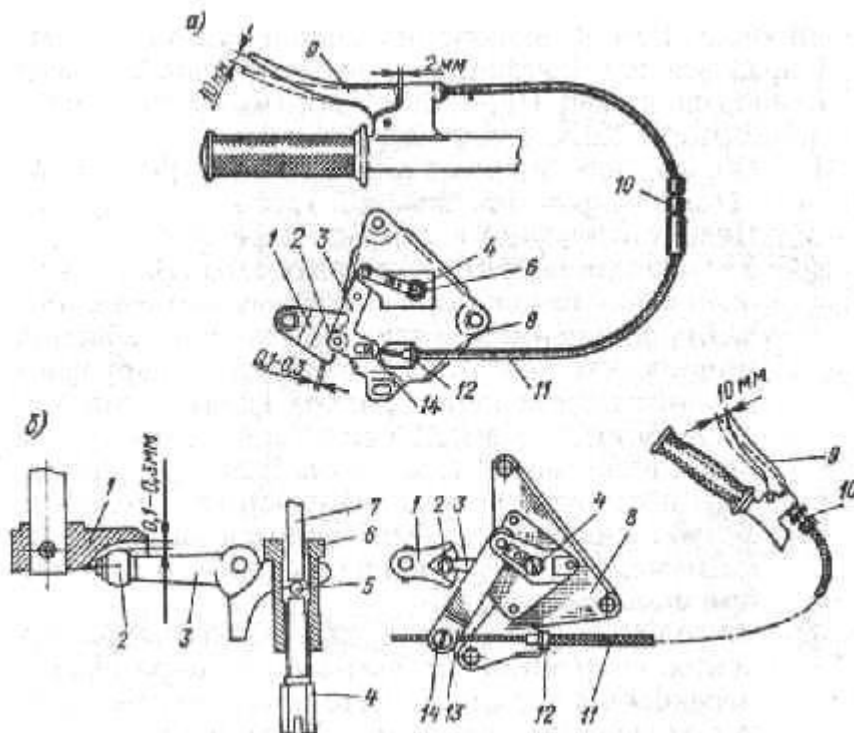

Рис. 45. Регулировка механизма выключения сцепления:
3. Очистить кистью, смоченной в бензине, кулачок 1 (рис. 45, а) и ролик 2 автоматического привода.
5. Закончив регулировку ножного привода механизма выключения сцепления, надо отрегулировать ручной привод. Делается это вращением регулировочного штуцера на оболочке троса сцепления. Штуцер оболочки троса вращают до тех пор, пока свободный ход конца рычага (ход, не вызывающий движение деталей механизма выключения сцепления) будет 5-10 мм (см. рис. 45, а). Если трос сцепления не удастся нормально натянуть при помощи регулировочного штуцера, нужно передвинуть на конце троса регулируемый наконечник 14, удлинив или укоротив свободный конец троса, а затем произвести окончательную регулировку натяжения троса регулировочным штуцером.